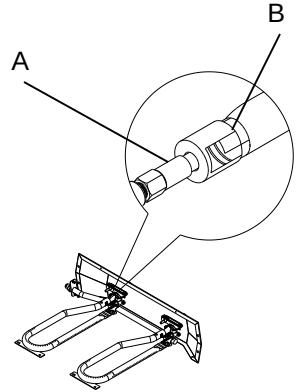

Fig.11
2. Assurez-vous que l'ergot de l'orifice (A) est à l'intérieur du venturi du brûleur (B) (voir la Fig. 11).